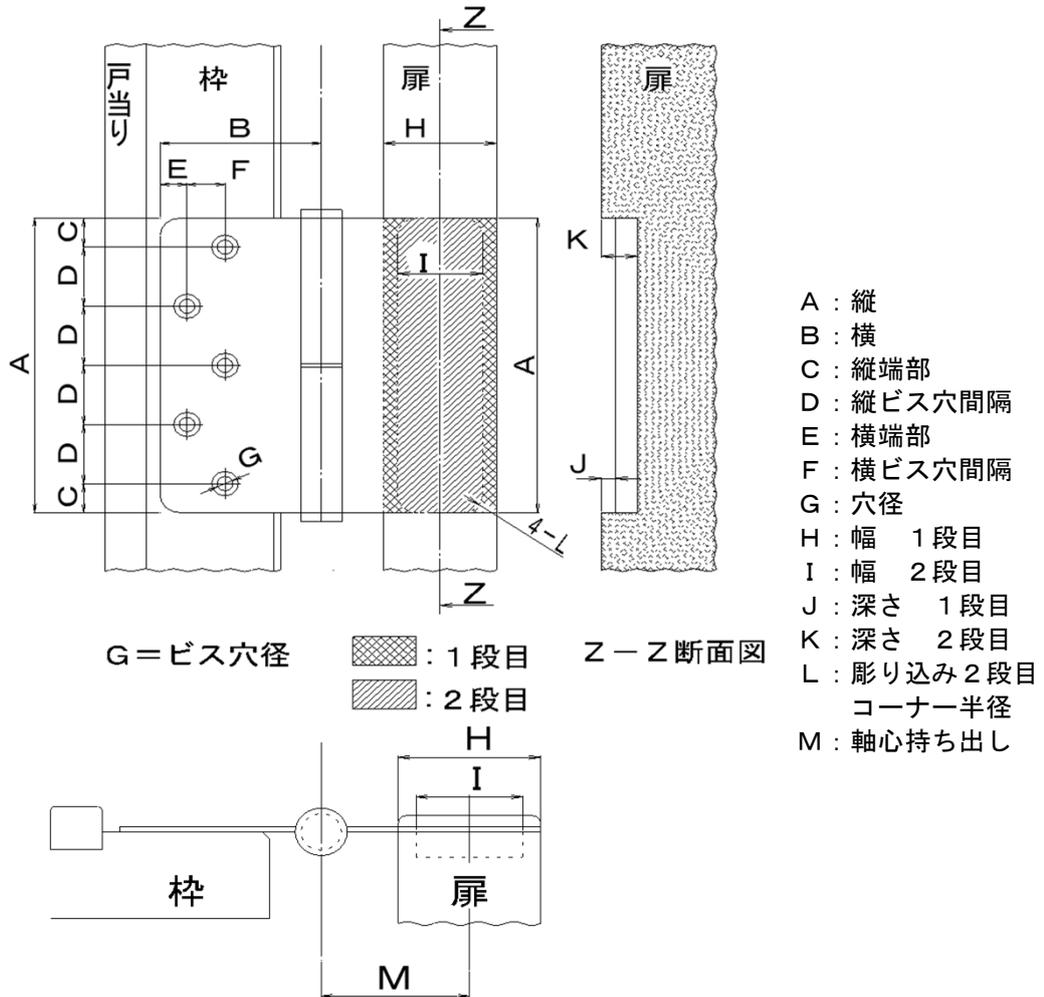
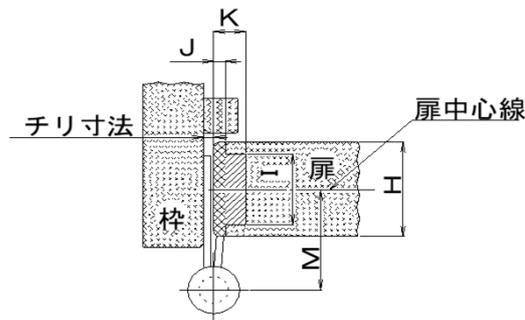

図1 - 枠側ビス穴部位、扉側丁番彫り込み加工部位
図 2 - 軸心の持ち出し、扉と枠の取り合い部位
内部開き戸用調整機能付き丁番の標準(共通)化の部位を図1図2に示す。
- ・ 図1のD、Fの名称の”ビス間隔”を”ビス穴間隔”に改訂した。
- ・ 図1、表1の”枠側ビス固定穴”を”枠側ビス穴”に改訂した。